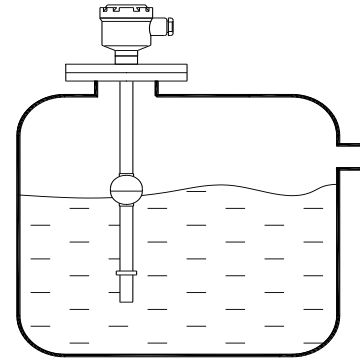
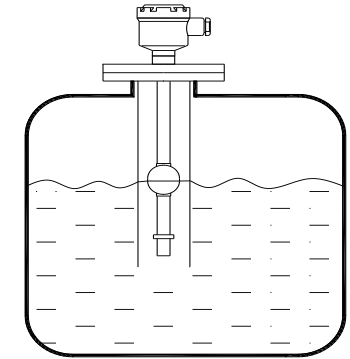

图3
图4
- 1、安装位置应远离进水口，否则会因进水口水位波动造成误动作如图 3 所示，若液位计必须安装于搅拌区域，可附加安装防波管，见图 4。